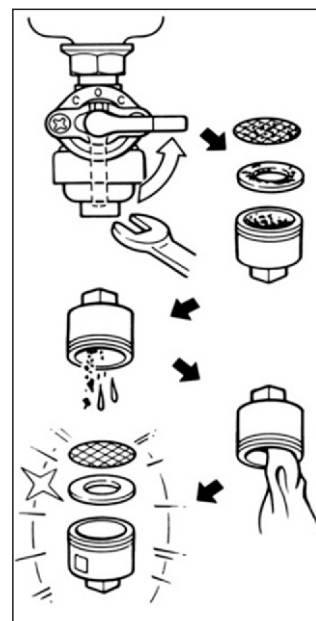

Рисунок 7 – Очистка фильтра топливного крана
**ОЧИСТКА ФИЛЬТРА ТОПЛИВНОГО КРАНА (РИС.7)**